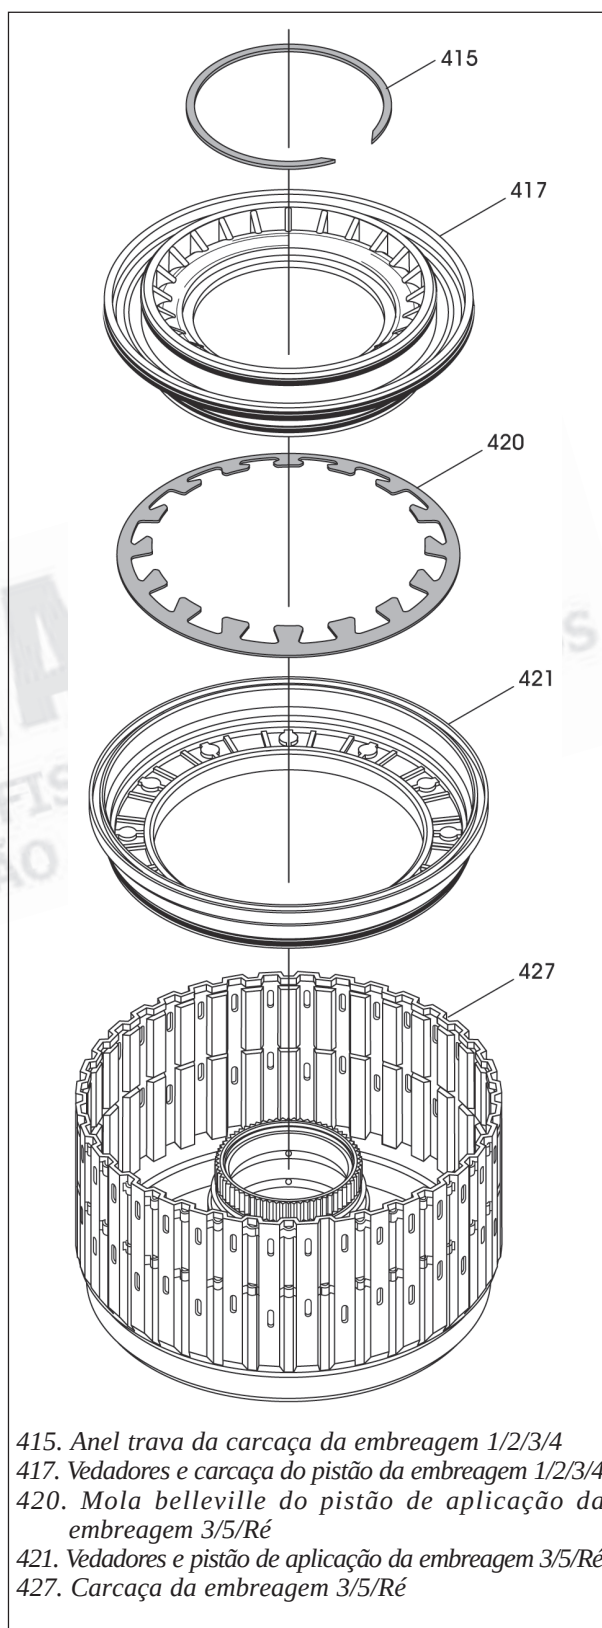

Figura 95
10. Lubrifique o vedador externo e ambas as superfícies dos vedadores internos do pistão da embreagem de 3/5/Ré, conforme mostra a figura 95.
11. Instale o pistão de aplicação da embreagem 3/5/Ré na carcaça da embreagem 3/5/Ré, conforme mostra a figura 95.
12. Instale a mola de retorno belleville da embreagem 3/5/Ré, conforme mostra a figura 95.
13. Lubrifique todos os três vedadores da carcaça do pistão da embreagem 1/2/3/4, conforme mostra a figura 95.
14. Instale a carcaça do pistão da embreagem 1/2/3/4, conforme indicado pela figura 95.